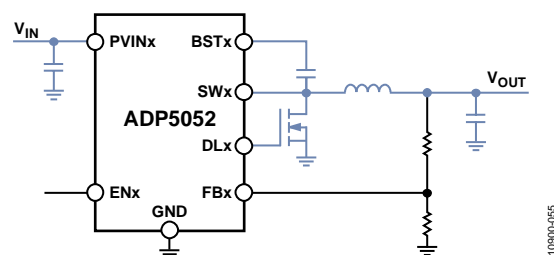

図 52. 代表的な回路において高電流が流れるパターンを青色で示す
- 高電流ループ・パターンは、出来るだけ短くて太くするようにして下さい。図 52 に高電流が流れる経路を示します。